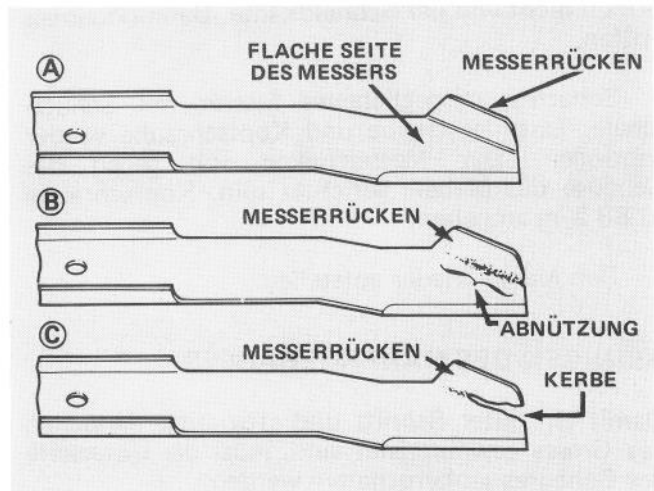

Abb. 32
3. Schneidkante des Messers gut untersuchen und feststellen, ob das Messer geschärft oder ersetzt werden muss (Abb. 32).